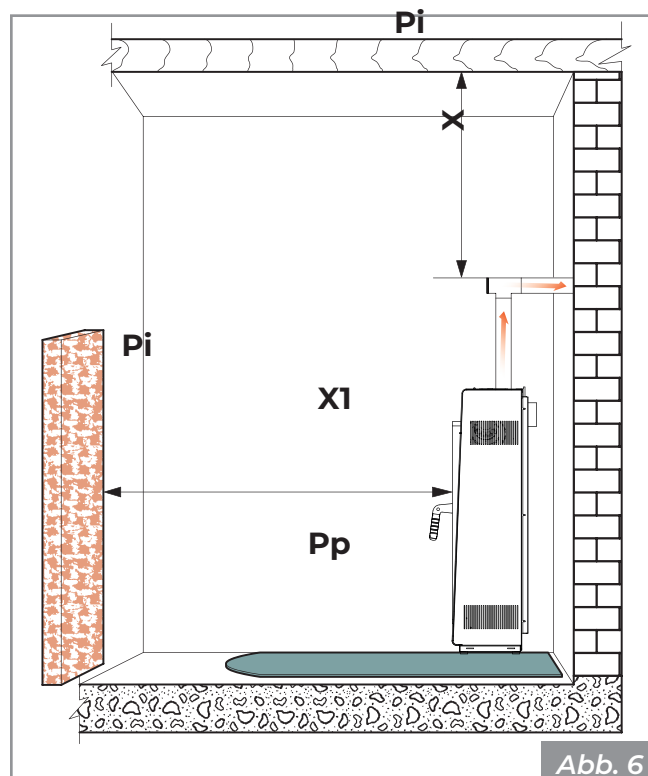

Abb. 6
Bitte beachten Sie den Mindestabstand zu brennbaren Materialien (X), der auf dem Typenschild der für den Schornstein verwendeten Rohre angegeben ist (Abb. 6).